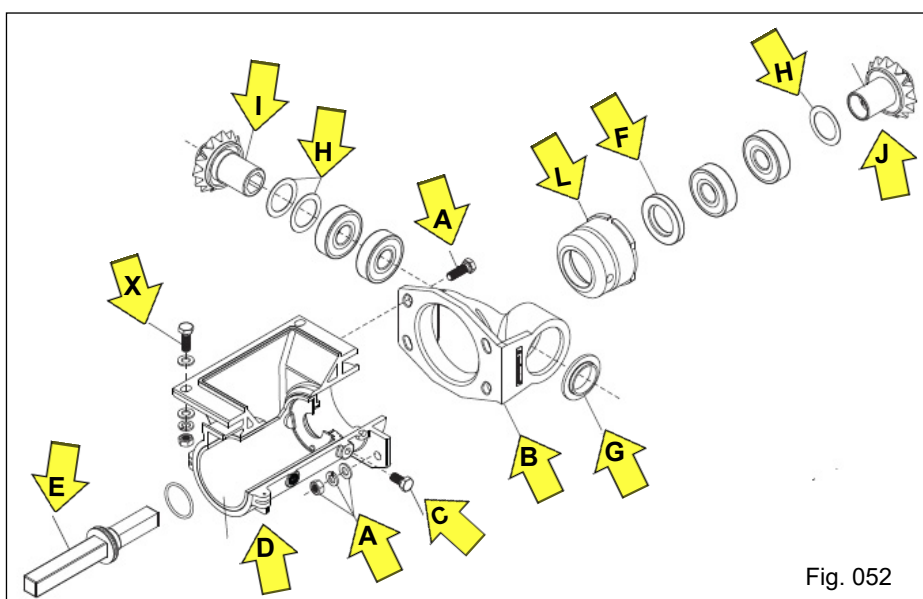

Fig. 052
e) Para a troca, limpeza ou substituição dos rolamentos e componentes do conjunto, retire o conjunto dosador da plantadora através da remoção do eixo acionador e buchas de união, afrouxe e retire os parafusos de fixação do dosador na base do distribuidor. A seguir retire os quatro parafusos e porcas "A" de fixação do mancal suporte dos pinhões de transmissão "B", afrouxe e retire os parafusos "C" de fixação do revestimento "D", retirando a seguir o conjunto. Retire o eixo acionador "E" e remova a bucha "L" dos mancais do rolamento e retentor "F", fazendo a limpeza ou substituição necessária (Fig. 052).
Observe se há necessidade de montar arruelas de ajuste "H" nos pinhões "I e J". Havendo necessidade de substituição dos pinhões, troque as tuas peças, ou seja o pinhão motriz "I" e o pinhão movido "J". O retentor "F" deve ser substituído pois o mesmo sofrerá danos no procedimento de desmontagem do conjunto. Aproveite para verificar as condições do parafuso "X", caso os mesmos apresentarem corrosão excessiva, deve substituir por parafuso de inox (Fig. 052).